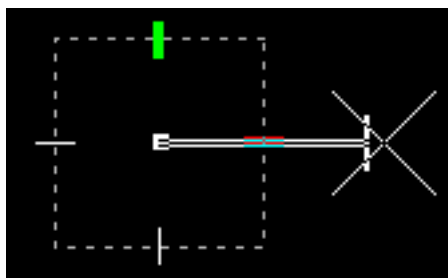
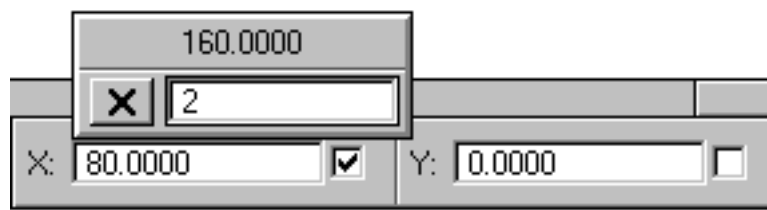

рис. 45
рис. 49
Следующим шагом надо поставить конечную точку линии на удалении **100** миллиметров от первой, причем линия должна быть горизонтальная. Чтобы добиться горизонтальности направьте линию по оси X так, чтобы линия стала тоще и подсветилась белым цветом (рис. 45), а также в окне ввода координат значение координаты Y должно быть равно нулю. В поле X окна ввода координат должен мигать курсор, если нет, то нажмите мышкой на это поле. Теперь Вы можете задать расстояние, просто набрав на клавиатуре **100**. Теперь если Вы будете двигать курсор мыши по видовому окну, то заметите, что координата X второго конца линии будет неизменно **100**, а Y может меняться. Опять сделайте так, чтобы линия стала тоще и подсветилась белым цветом (рис. 45), а также в окне ввода координат значение координаты Y стало равным нулю. Теперь вы можете нажать кнопку данных мыши, подтверждая правильность построения линии.
- Направьте построение линии вдоль оси X так, чтобы линия стала тоще и подсветилась белым цветом (рис. 45), а также в окне ввода координат значение координаты Y было равно нулю (рис. 49).
- Если в окне ввода координат поле X обведено рамкой и в нем видно какое-то значение и при этом мигает курсор, это значит, Вы можете с клавиатуры вводить численные значения размеров. Сразу можете ввести **80**, не удаляя предварительно значение в поле X. Поскольку Вы ввели только половину длины линии, надо ее удвоить. Для этого нажмите на клавиатуре звездочку («*» - знак умножения). Затем введите в новом окошке число **2** – коэффициент умножения, при этом над введенным Вами значением появится итоговое значение длины – **160** (рис. 49). Нажмите клавишу <Enter>, чтобы зафиксировать это значение.